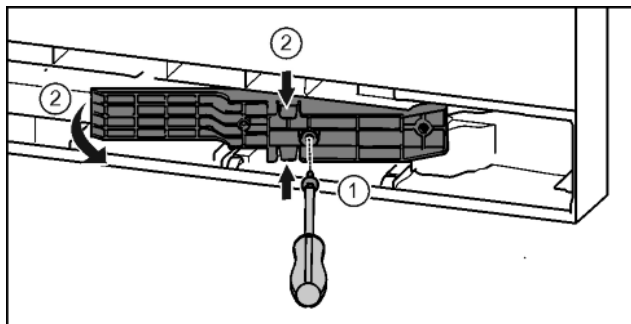

Fig. 22*
- Šroubovákem T15 uvolněte šrouby.* Fig. 22 (1)
- Vytáhněte adaptér.* Fig. 22 (2)